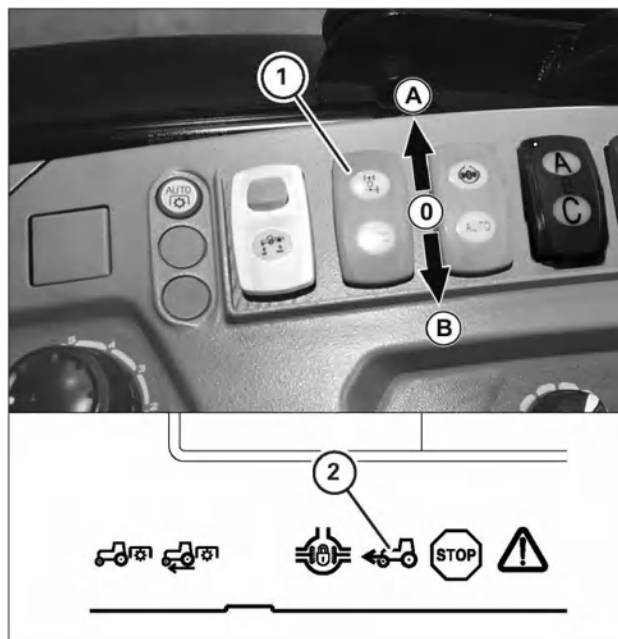

Рис. 5-41
2. Переведите переключатель (1) в положение (A) (рис. 5-41)
2. Переведите переключатель (1) в положение (B) (рис. 5-41), тем самым включив функцию AUTO.